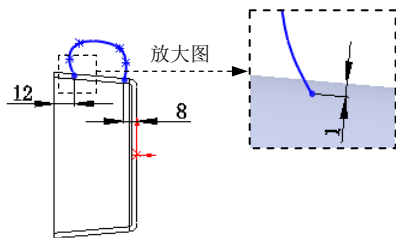

图 3.29.8 草图 2
Step6. 创建图 3.29.8 所示的草图 2。选择下拉菜单 **插入(I)** → **草图绘制** 命令；选取图右视基准面作为草图基准面，绘制图 3.29.8 所示的草图 2；绘制完成后选择下拉菜单 **插入(I)** → **退出草图** 命令，退出草图绘制环境。